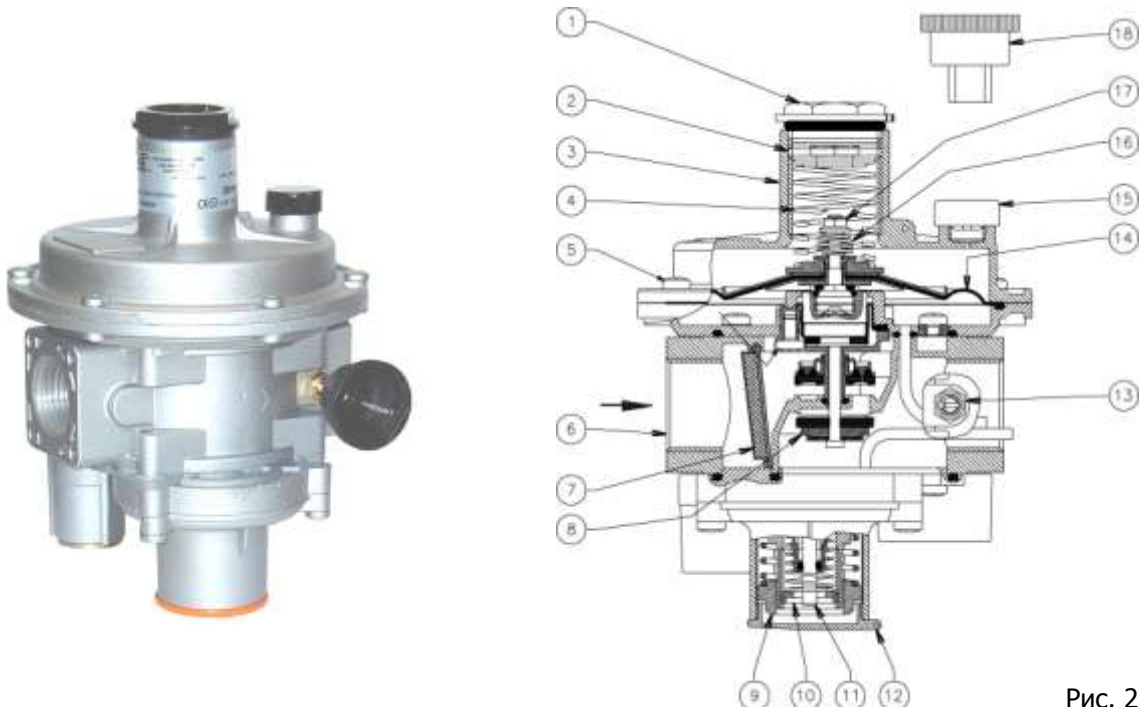

Рис. 2
Регулятор (рис. 2) состоит из: колпачок регулятора (1); винт настройки выходного давления (2); раструб (3); пружина настройки выходного давления (4); винты фиксации раструба (5); корпус регулятора (6); фильтрующий элемент (7); обтюратор (8); винт настройки запорного клапана избыточного давления (9); винт настройки запорного клапана недостаточного давления (10); рычаг взвода регулятора (11); колпачок запорного клапана (12); штуцер диагностики выходного давления (13); рабочая мембрана (14); пылезащитный колпачок (15); пружина настройки сбросного клапана (16); винт настройки сбросного клапана (17); ключ для настройки (18).